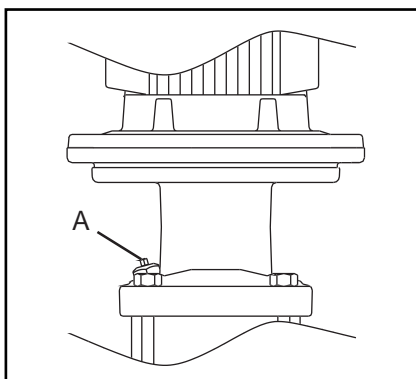

Fig. 14
3. Løsn spædeproppen (A, Fig. 14) 1-2 omgange, indtil der kommer vand og luft ud.